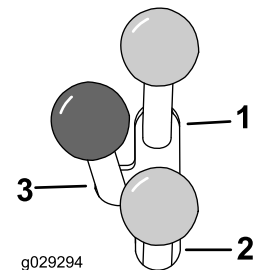

Figure 13
- Pour utiliser un accessoire hydraulique en marche avant, poussez le levier de commande hydraulique auxiliaire en avant (Figure 13).
- Pour utiliser un accessoire hydraulique en marche arrière, poussez le levier de commande hydraulique auxiliaire en arrière (Figure 13).
**Remarque:** Si vous relâchez le levier alors qu'il est en position MARCHE AVANT ou MARCHE ARRIÈRE, il revient automatiquement en position POINT MORT (Figure 13, repère 3).